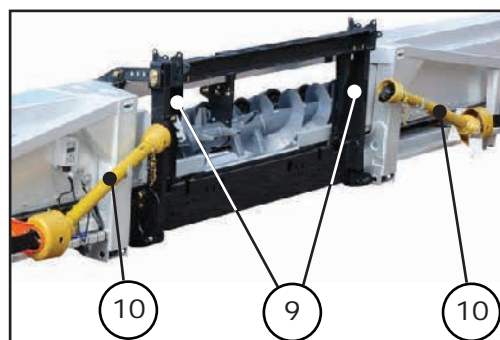

Figura 27
Sempre que a plataforma for utilizada numa colheitadeira diferente, reveja estas regulagens. O acionamento mecânico da plataforma, na maioria dos casos é feita através de dois cardans (10), um em cada lado para colheitadeiras que possuem acionamento bilateral, figura 27. Excepcionalmente, em casos onde a colheitadeira possui eixo de acionamento apenas no lado esquerdo do canal, adota-se somente um cardan do lado esquerdo.
A largura dos “espelhos” (9) figura 27, também variam conforme o modelo de colheitadeira. Ver no catálogo de peças, seção “ACOPLAMENTOS”, o apropriado para sua colheitadeira.